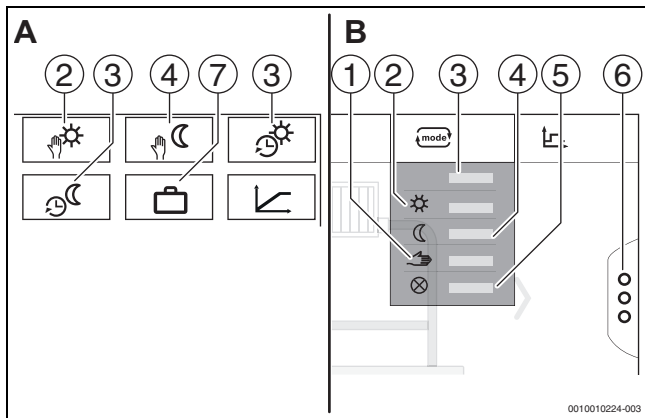
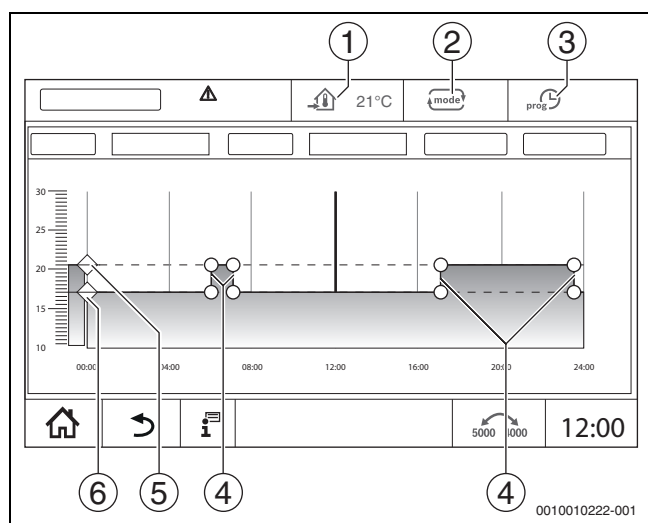

Bild 37 Ansichten Betriebsarten
Bild 38 Automatik Absenkbetrieb im Zeitprogramm ändern
Für die Betriebsarten (→ Bild 38, [2], Seite 60) und die erweiterten Funktionen (→ Bild 37, [6], Seite 37) können jeweils eigene Temperaturen und Umschaltkriterien eingestellt werden. Die Einstellungen können für jeden Heizkreis und jede Betriebsart separat vorgenommen werden.
- **Manuell Heizbetrieb** (→ Bild 37, [2])
- **Manuell Absenkbetrieb** (→ Bild 37, [4])
- **Urlaub** (→ Bild 37, [7])
Der **Automatik Heizbetrieb** wird über die Parameter in den Servicemenüs vordefiniert. Die Parameter lassen sich im Zeitprogramm ändern (→ Bild 38, [4], [5], Seite 60).
Der **Automatik Absenkbetrieb** wird über die Parameter in den Servicemenüs vordefiniert. Die Parameter lassen sich im Zeitprogramm ändern (→ Bild 38, [4], [6], Seite 60).
- Temperaturen durch Verschieben der Punkte (→ Bild 38, [5], [6]) ändern.